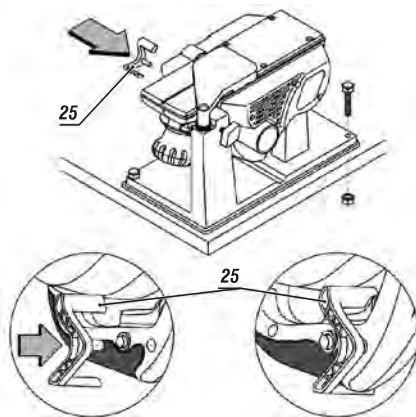

fig. 15 – modo estacionario
Para accionar el modo estacionario la herramienta debe estar encendida. Trabe el interruptor de accionamiento (7) usando la traba de accionamiento (25) fig. 15. Para apagar, apenas retire la traba de accionamiento (25).